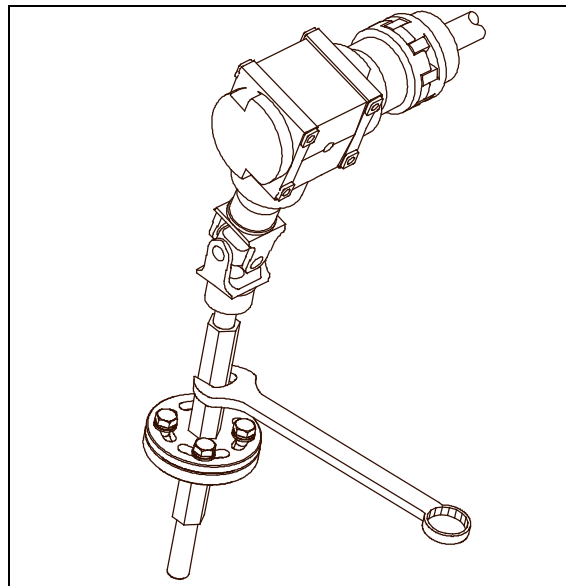

FIGURE 7
- Faire fonctionner la rallonge coulissante et vérifier si les panneaux extérieurs de la rallonge sont parallèles aux panneaux du véhicule. Si ce n'est pas le cas, tourner la partie supérieure de l'arbre de transmission ajustable jusqu'à l'obtention d'un alignement adéquat (voir la figure 7).